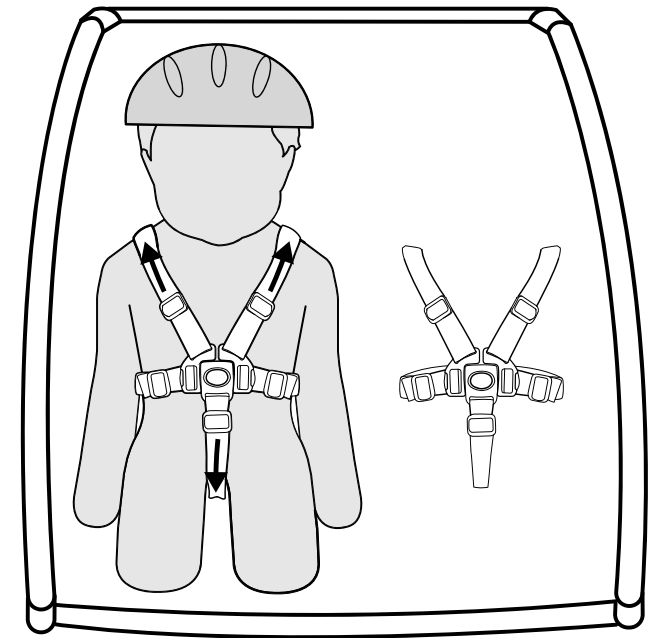

Figura 22
3. Cuando utilice el remolque doble con un niño, siente siempre al niño en la posición del lado derecho (Figura 22).